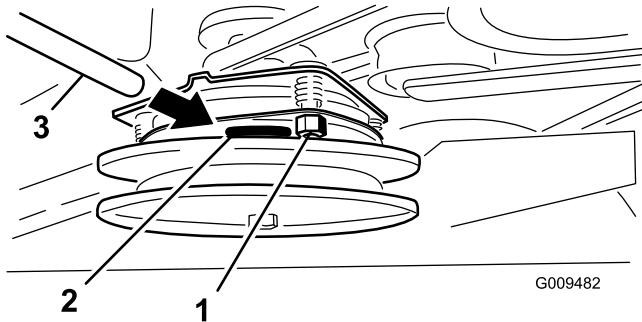

Figure 61
3. Serrez les contre-écrous jusqu'à ce la jauge d'épaisseur fléchisse légèrement mais puisse bouger facilement dans l'entrefer (Figure 61).